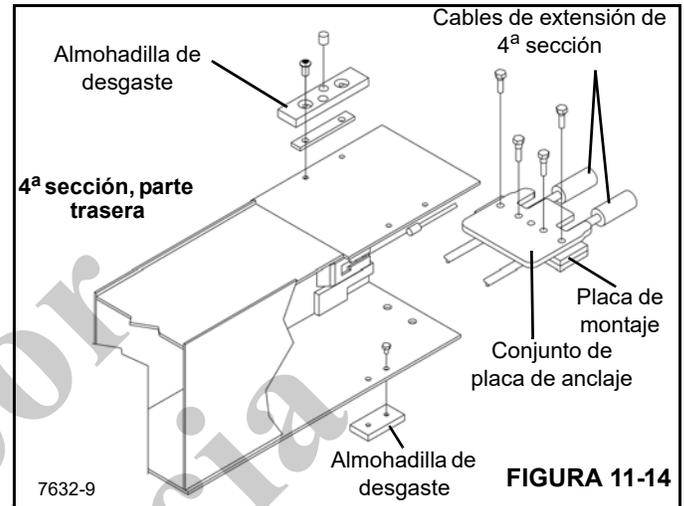

FIGURA 11-14
7. Instale el conjunto de anclaje en el extremo de base de la 4ª sección (Figura 11-14).